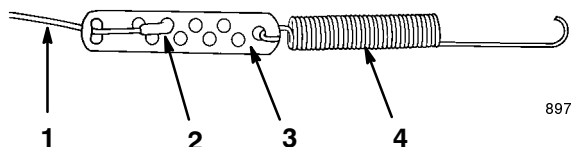

Figure 11
2. Accrochez le ressort au trou rond à l'extrémité du dispositif de réglage du câble (Fig. 11).
3. Fixez l'extrémité du câble au dispositif de réglage comme indiqué à la Figure 11.